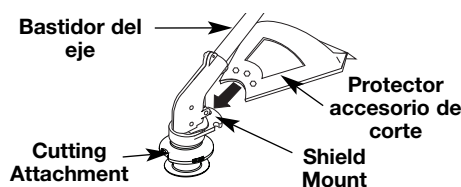

Fig. 4
1. Deslice el protector accesorio de corte en el montaje del protector sobre el accesorio de corte. Alinee los orificios de los tornillos del protector con los orificios del accesorio de corte (Fig. 4).